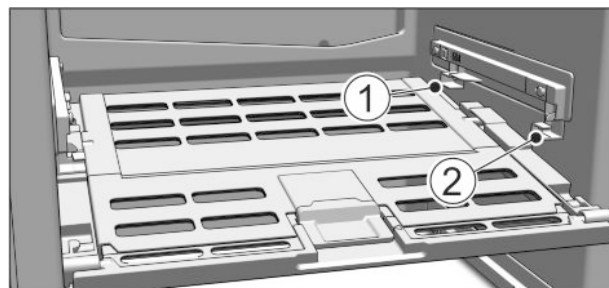

Fig. 48
- ▶ Wkładanie pokrywki Fruit & Vegetable-Safe: Ramiona pokrywki wprowadzić od dołu do tylnego uchwyty Fig. 48 (1) i zażebić z przodu w uchwycie Fig. 48 (2).